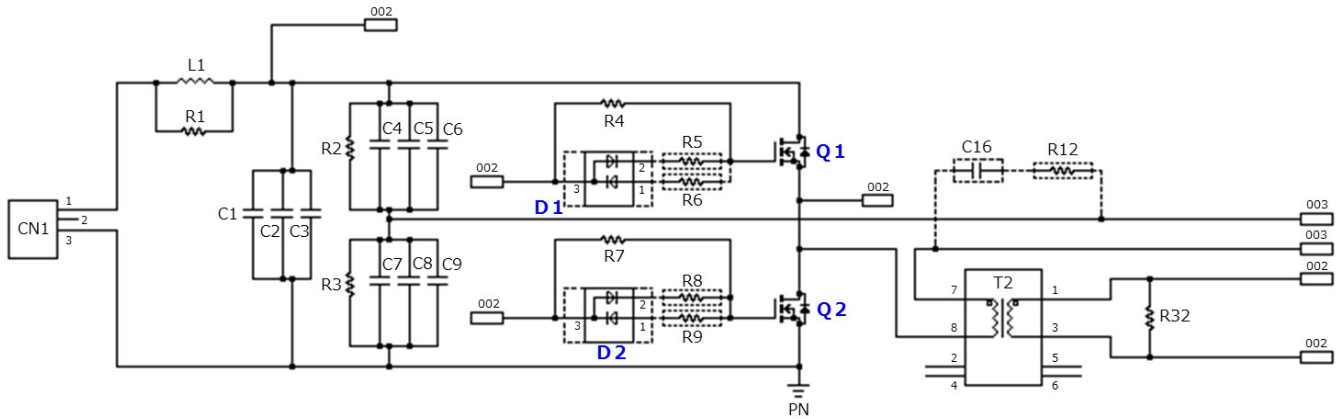

図 2.5 ハーフブリッジ回路 2 (入力側 MOSFET 周辺)
- B : 入力側 MOSFET 周辺 (図 2.5)
ハーフブリッジ PWM コントローラの CS 端子の電圧が電流制限しきい値 (0.25V) に到達すると、ハーフブリッジ PWM コントローラが入力側ブリッジ MOSFET を制御して電流制限をかけます。図 2.5 にハーフブリッジ回路 2 (入力側 MOSFET 周辺) を示します。カレントリミッタレベル ( $I_{limit}$ ) を電流制限しきい値 (0.25V) と電流検出抵抗の抵抗値 (R33) と分割抵抗の抵抗値 (R30、R31) とカレントトランス (T2) の巻線比 (transformer turns ratio) で設定します。